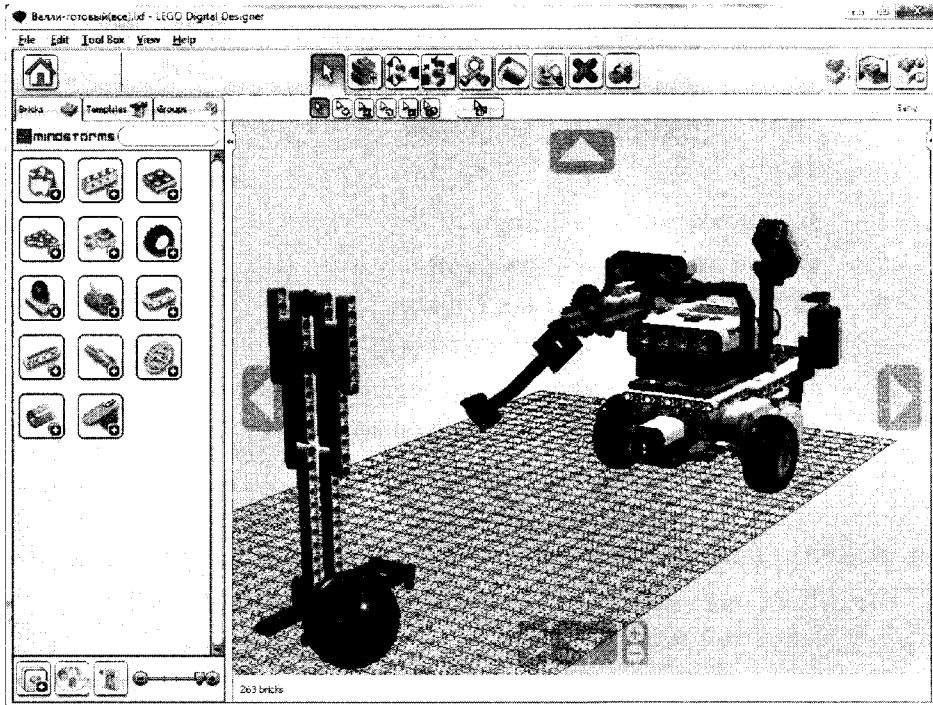

Рис. 56. Окно программы LEGO Digital Designer
3. Внимательно изучите интерфейс программы (рис. 56).